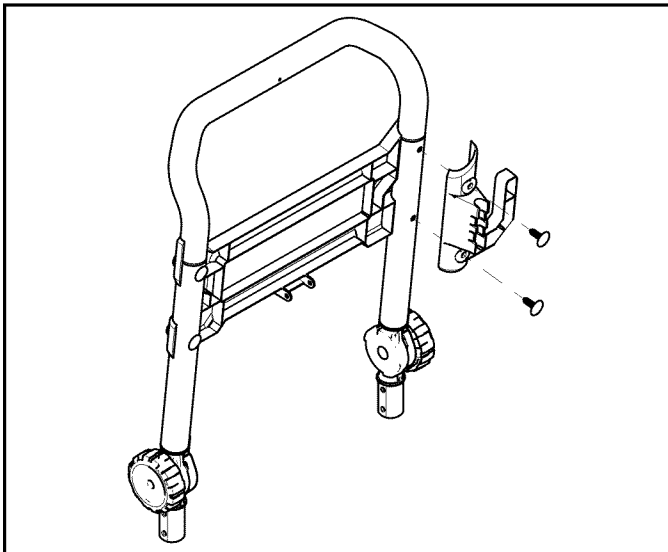

Figure 4-1. Attacher le crochet du pistolet à l'ensemble de la poignée
1. Installez le crochet du pistolet sur l'ensemble de la poignée au moyen des (2) pinces à coulisse fournies. Alignez les trous et insérez les pinces à coulisse dans les trous jusqu'à ce qu'elles soient au même niveau que le crochet du pistolet (Figure 4-1).